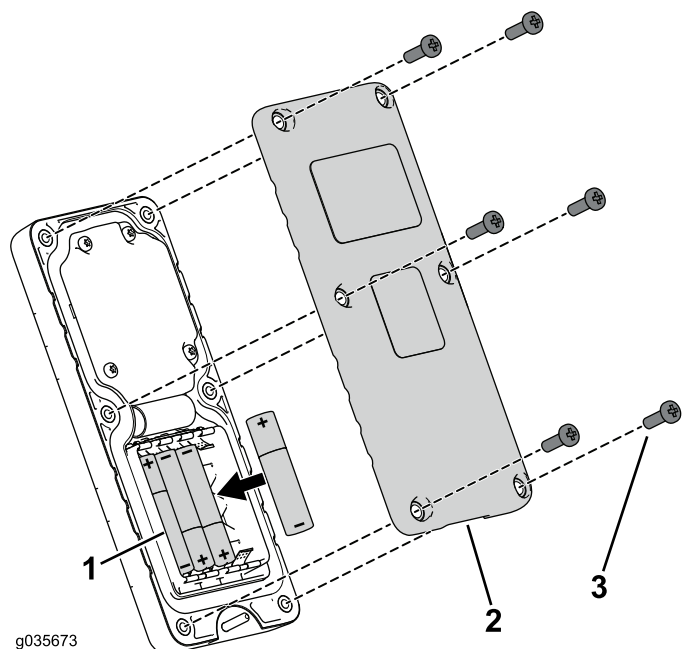

Bild 27
3. Setzen Sie die Abdeckung auf und befestigen sie mit den sechs vorher entfernten Schrauben (Bild 27) und ziehen sie mit 1,5-1,7 N·m an.
2. Legen Sie die Batterien in das Batteriefach ein und achten Sie auf die richtige Polarität (Bild 27).